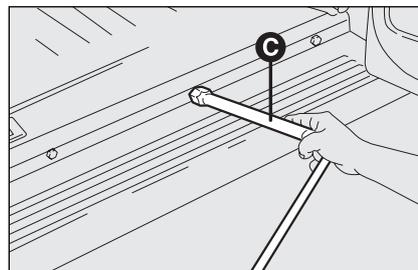

Abb. 7
- Den Radschlüssel **C**, **Abb. 7** einführen und gegen den Uhrzeigersinn drehen, damit das Ersatzrad abgenommen werden kann;
- Das ausgewechselte Rad wieder an der Halterung **E-Abb. 7** befestigen, und den Griff **D-Abb. 7** einschrauben;